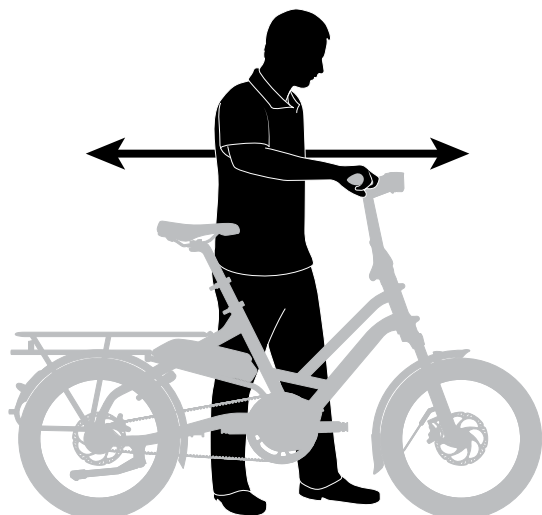

fig. 14
- Serrez le frein avant et faites basculer le vélo d'avant en arrière (fig. 14). Est-ce qu'il est bien résistant ? Si vous remarquez un bruit sourd à chaque fois que vous avancez ou reculez le vélo, le jeu de direction est probablement desserré. Faites-le vérifier par votre revendeur.